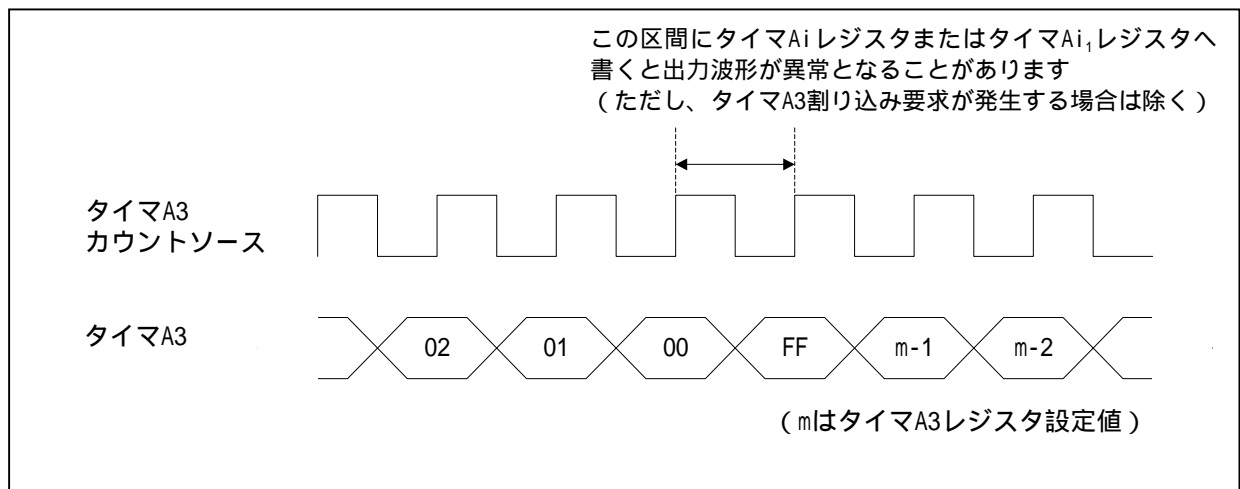

図2. 出力波形が異常となるタイマ Ai レジスタまたはタイマ Ai1 レジスタ書き込みタイミング
- ( 2 ) 図 2 に示すタイミングではタイマ Ai レジスタまたはタイマ Ai1 レジスタに書かないでください。
図 2 に示すタイミングでタイマ Ai レジスタまたはタイマ Ai1 レジスタに書く可能性がある場合は、タイマ A3 レジスタの値を読み、タイマ A3 のアンダフローまでに時間が十分あることを確認して、すぐにタイマ Ai レジスタまたはタイマ Ai1 レジスタへ書いてください。タイマ A3 レジスタを読んでからタイマ Ai レジスタまたはタイマ Ai1 レジスタへ書くまでの処理時間を短くするため、この間に割り込み処理などが実行されないようにしてください。また、タイマ A3 のアンダフローまでに時間がなければ、タイマ A3 のアンダフロー後にタイマ Ai レジスタまたはタイマ Ai1 レジスタへ書いてください。